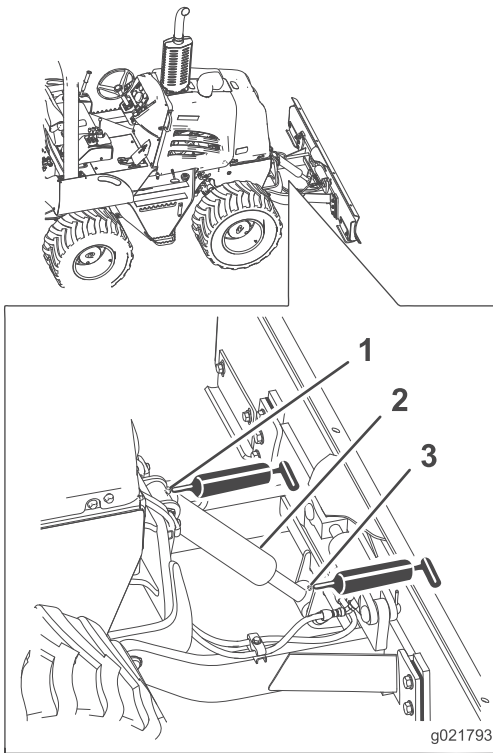

Figura 34
2. Conecte la pistola de engrasar a los engrasadores superior e inferior del cilindro de elevación, y bombee 3 aplicaciones de grasa en cada engrasador (Figura 34).